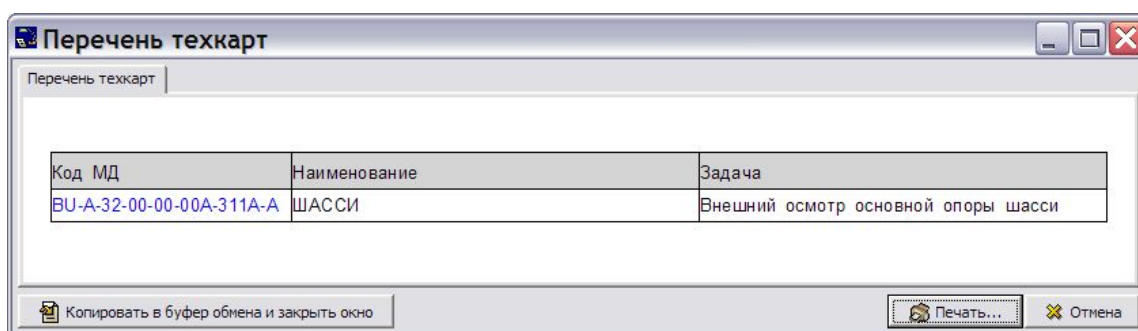

Рис. 8.21
4. На рис. 8.21 показан созданный отчет **Перечень техкарт**.